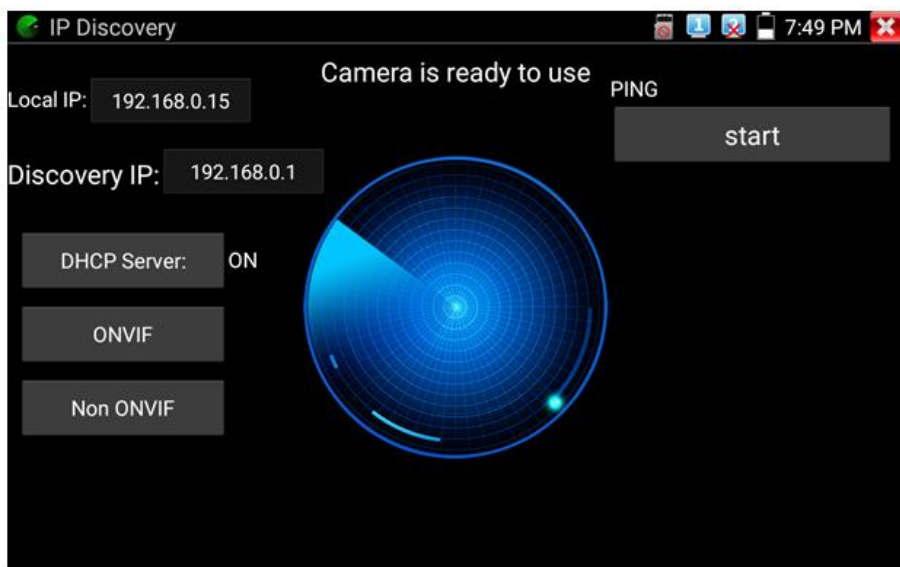

Рис. 30 Интерфейс приложения IP-Discovery
- 1) Найдите ярлык приложения TesterPlay в настройках тестера (рис. 30);
Самым эффективным и простым способом обнаружения и проверки IP – видеокамеры на работоспособность является использование приложения IP-Discovery. Приложение в автоматическом режиме обнаружит IP-видеокамеру и изменит настройки сетевой части тестера таким образом, чтобы оба устройства оказались в одной подсети (рис. 30).